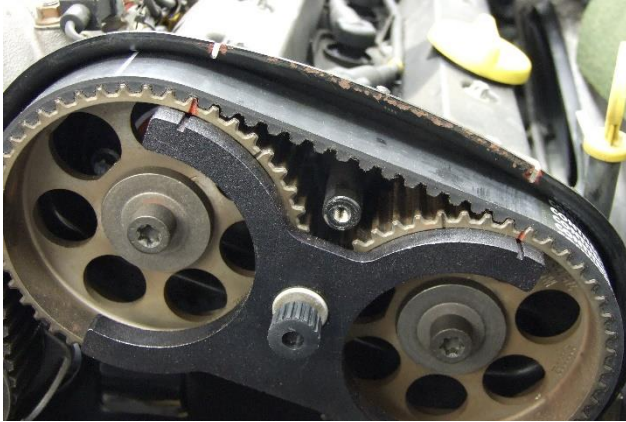

Figure 15
- Contrôler la position des AAC 3 et 4 en utilisant le gabarit de contrôle KM 800-20, Figure 15.
- Si les repères ne sont toujours pas alignés, procéder à un nouvel ajustement jusqu'à ce qu'ils soient parfaitement alignés comme sur la Figure 15.